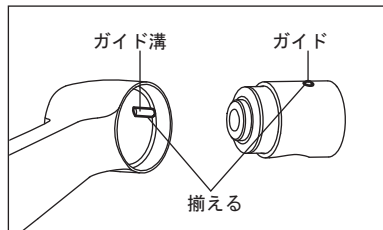

図9
- 8) 新しいカートリッジをガイドとガイド溝を合わせてヘッドに真っ直ぐ挿し込みます。(図9)